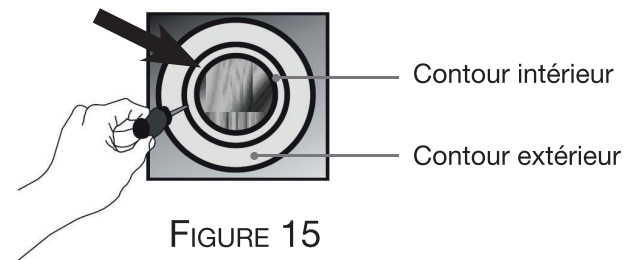

FIGURE 15
1. Retirez le couvercle de protection de chaque ampoule à l'aide d'un tournevis plat. Extrayez le contour intérieur ; ne déboîtez pas le contour extérieur (voir **Figure 15**).